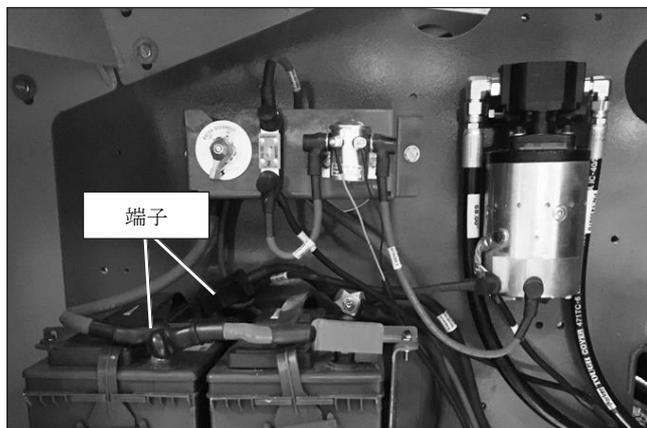

図7.4 - バッテリー
電源は2台の550 CCAの12Vバッテリーから供給されます。バッテリーは、本機右側のエンジンカバーの下にあります(図7.4を参照)。高所作業車の電気部品と電気油圧部品を操作するための12VDC電源がバッテリーから供給されます(非常電源設備を含む)。
1. バッテリー上部とその端子およびケーブル端部を点検します。これらに腐食や汚れがあってはなりません(図7.4を参照)。